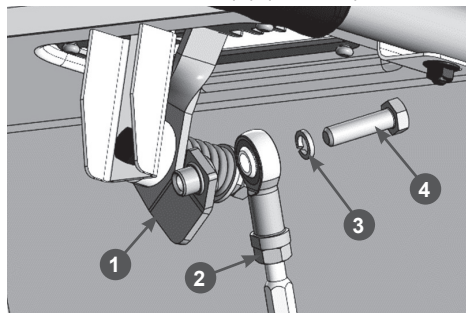

Рис. 10. Установка тяги рычага переключения передач (верхний конец)
- Соедините верхний конец тяги с рычагом переключения передач, последовательно установив на рычаг 1 тягу 2, шайбу пружинную M8 (3), и закрутив болт M8×30 (4) (Рис. 10).